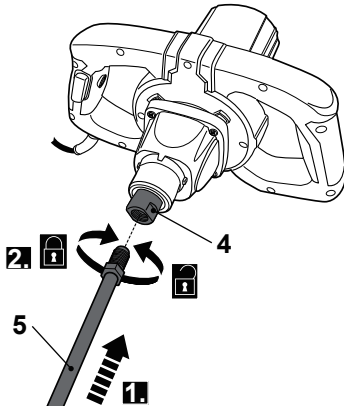

Fig. 3
>Alinhe o eixo (5) com a tomada (4). Aparafusar a extremidade do eixo com a porca soldada no sentido dos ponteiros do relógio na tomada (4) (Fig. 3).